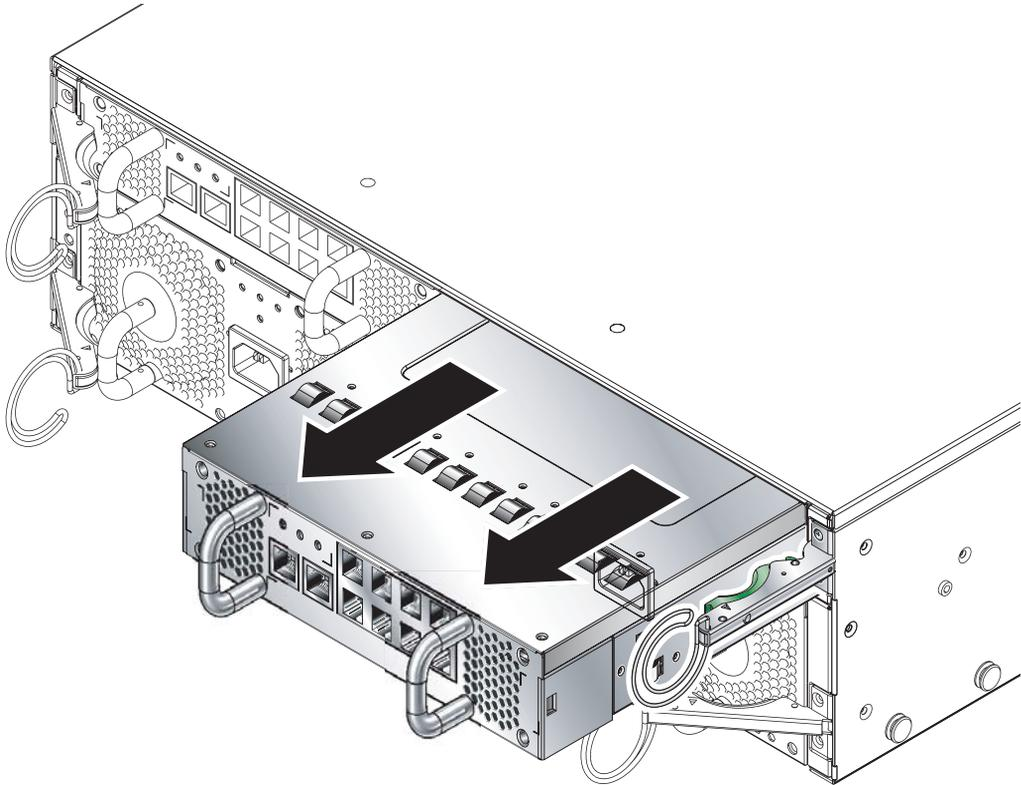

FIGURE 4-13 Retrait du SSC du châssis
3. Retirez le SSC du châssis en tirant sur les poignées verticales placées au dos du SSC (FIGURE 4-13).